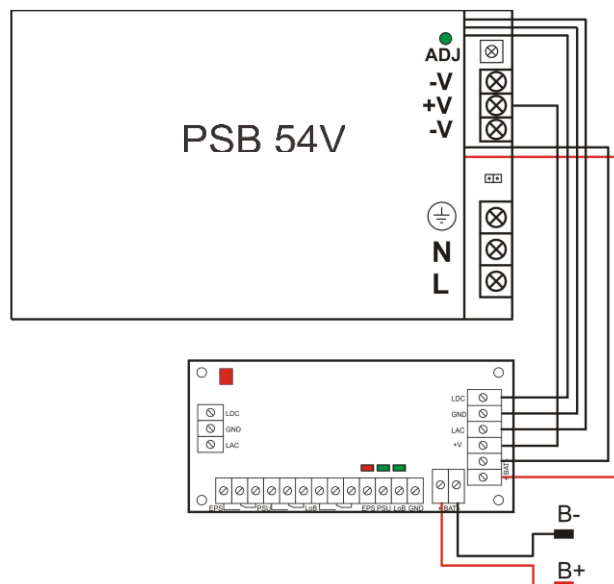

Abbildung 2. Anschlussschema des Moduls am Netzteil PSB.
<p>Technische Ausgänge:</p> <ul style="list-style-type: none"> - EPS – Ausgang zur Signalisierung einer Störung der AC-Versorgung - PSU – Ausgang zur Signalisierung der fehlenden DC-Stromversorgung / Störung des Netzteils - LoB – Ausgang zur Signalisierung eines niedrigen Niveaus der Batteriespannung 	<ul style="list-style-type: none"> - Relaisausgang: 1A @ 30V DC / 50V AC, Verzögerung des Ansprechens: ca. 3 s. ACHTUNG! Auf Abbildung 2 stellt das System der Kontakte den spannungslosen Zustand des Relais dar, was dem Zustand der Signalisierung der fehlenden AC-Stromversorgung (Störung des AC-Stromnetzes) entspricht. - OC-Ausgang: 50 mA max. Normalzustand: Niveau L (0V), Störung: Niveau hi-Z, Verzögerung 3 s. - Relaisausgang: 1A @ 30V DC / 50V AC ACHTUNG! Auf Abbildung 2 stellt das System der Kontakte den spannungslosen Zustand des Relais dar, was dem Zustand der Signalisierung der fehlenden DC-Spannung (Störung des Netzteils) entspricht. - OC-Ausgang, 50 mA max., normaler Zustand: Niveau L (0 V), Störung: Niveau hi-Z - Relaisausgang: 1A @ 30V DC / 50V AC ACHTUNG! Auf Abbildung 2 stellt das System der Kontakte den spannungslosen Zustand des Relais dar, was dem Zustand der Signalisierung der niedrigen Batteriespannung ($U_{BAT} < 46V$) entspricht. - OC-Ausgang, 50 mA max., normaler Zustand ($U_{BAT} > 46V$): L (0V), Störung ($U_{BAT} < 46V$): Niveau hi-Z Das Netzteil besitzt keine Funktion der Entdeckung der Batterie, im Falle ihres Fehlens oder Nichtanschlusses befindet sich der Ausgang im normalen Zustand.
3. Leitungen BAT+, BAT- am Netzteil PSB 54V durchtrennen, Isolierung abnehmen und nach dem Schema (Abbildung 2) an das Modul anschließen.